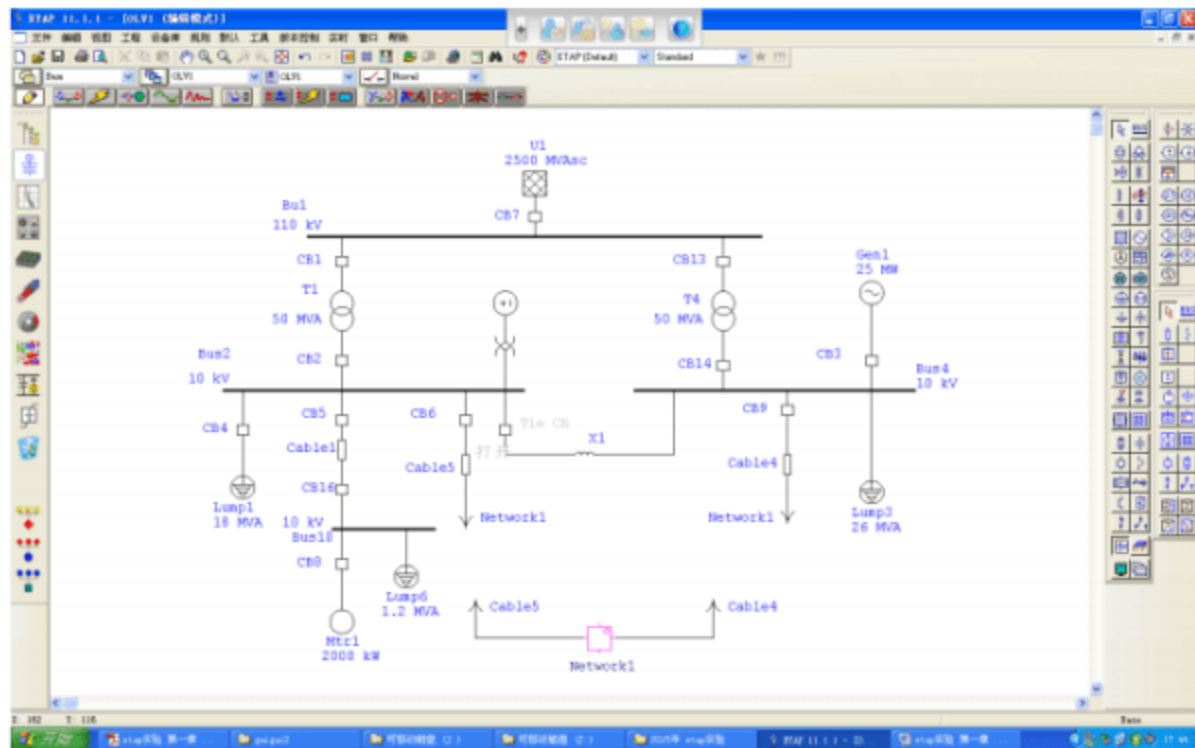

图 1-6 建立的系统单线图
- 2、鼠标左键单击元件的连接端子（呈红色），拖曳到另一个元件的连接端子，呈现红色表示可以连线。依次连线，建立的单线图如图 1-6 所示。